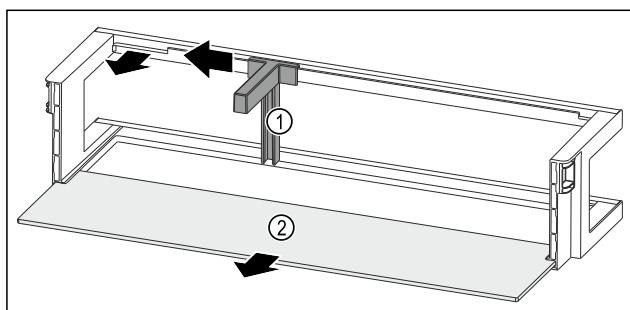

Fig. 259 Türabsteller mit Flaschenhalter und Abstellfläche
- Flaschenhalter Fig. 259 (1) bis zur Aussparung zur Seite schieben.
- Flaschenhalter Fig. 259 (1) entnehmen.
- Abstellfläche Fig. 259 (2) entnehmen.